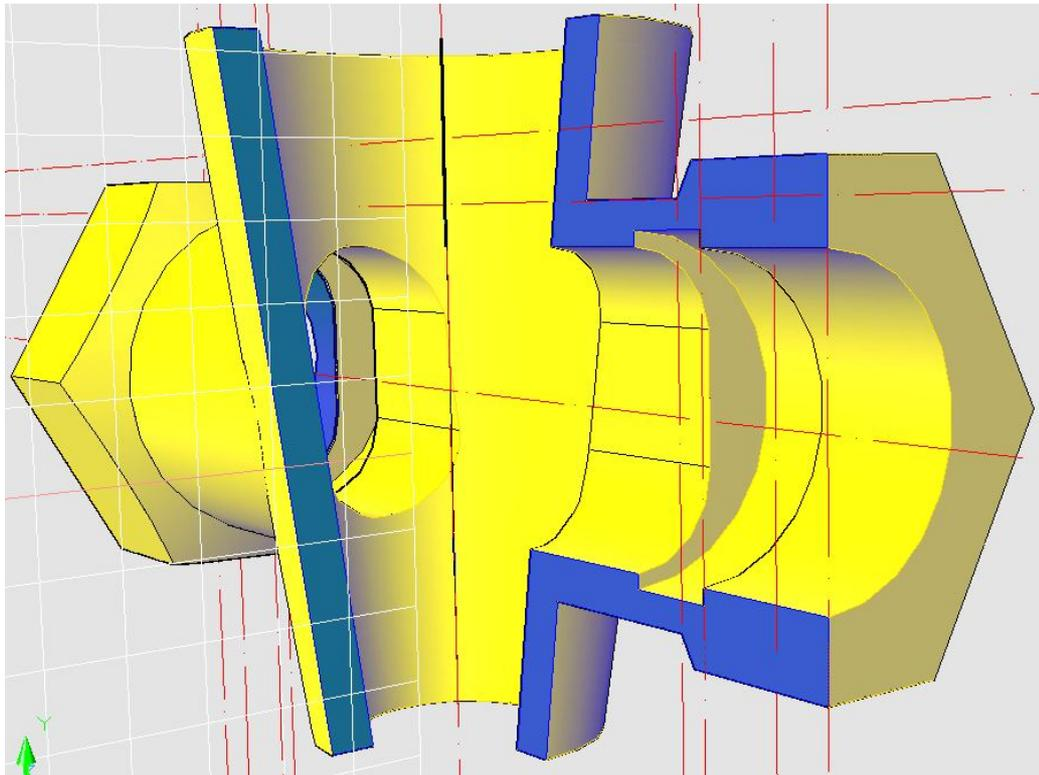

Рис. 24
26. Окраска тела. Обозначаем тело, затем выбираем цвет близкий к цвету латуни. В итоге получаем разрез детали (см. рис. 24).